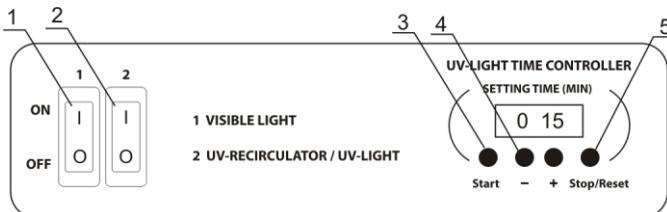

Fig.1. Pannello di controllo
4.2.1. Portare l'interruttore 2 in posizione **ON** (Fig.1/2). Si accenderà automaticamente il ricircolatore UV con la lampada UV nascosta e si attiverà il timer della lampada UV aperta. Il ricircolatore UV rimane in funzione finché l'interruttore 2 non viene portato in posizione OFF.
4.2.2. Utilizzare i tasti + e - del timer (Fig.1/4) per impostare il tempo (UV-LIGHT TIME CONTROLLER) di esposizione diretta alla luce UV della postazione di lavoro:
4.2.3. Premendo il tasto **Start** [avvio](Fig.1/3), la lampada UV si accenderà automaticamente e il timer inizierà a contare il tempo di esposizione. L'indicatore del timer mostra il tempo effettivo: fino a 1 ora - in minuti e secondi (mm:ss), dopo 1 ora - in ore e minuti (hh:mm).
4.2.4. Si può spegnere la lampada UV aperta premendo il tasto **Stop/Reset** [arresto/ripristino](Fig.1/5). Il tempo di esposizione impostato verrà salvato in memoria. Il tempo impostato non sarà salvato dopo il completo spegnimento dell'unità.
4.3.1. Per l'illuminazione della postazione di lavoro, portare l'interruttore 1 in posizione **ON** (Fig.1/1), si accenderà la lampada a luminescenza (luce visibile.)